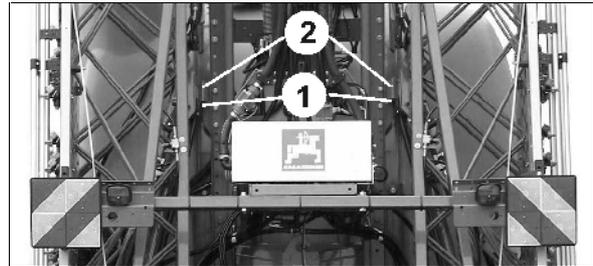

Fig. 52
2. Baje completamente el varillaje de rociado a través de la regulación de altura hasta que los soportes de captación (Fig. 52 /1) reciban las escotaduras de captación (Fig. 52 /2).
Fig. 52 muestra el varillaje de rociado bloqueado.
Proceda a alinear el varillaje de rociado mediante la regulación de inclinación, si los soportes de captación (Fig. 52 /1) no reciben las escotaduras de captación (Fig. 52 /2).